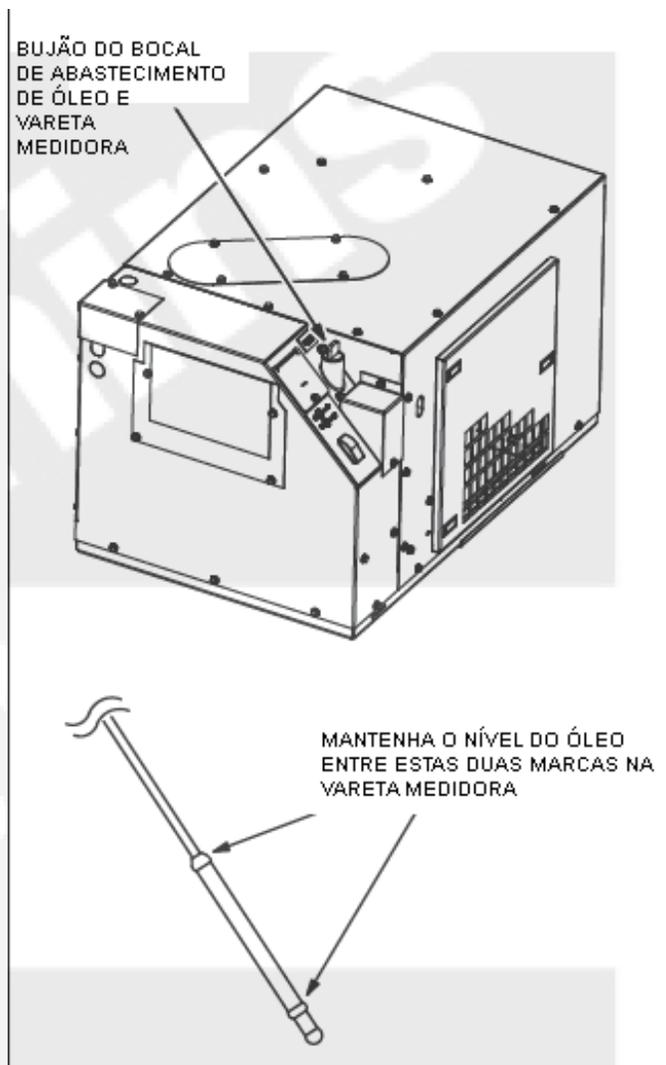

FIGURA 6. VERIFICANDO O NÍVEL DO ÓLEO DO MOTOR
1. Puxe o bujão e a vareta medidora do bocal de abastecimento de óleo (Figura 6). O bujão pode ser difícil de ser retirado puxando-o em linha reta. É mais fácil se você inclinar o bujão no seu soquete quando estiver puxando. Limpe a vareta medidora e reinstale-a no bocal de abastecimento e assente o bujão, que se prende ao soquete. Remova o bujão e a vareta medidora novamente e verifique o nível de óleo na vareta medidora.